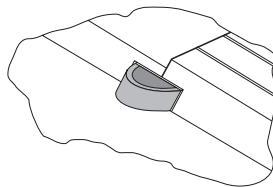

Fig. 5
- Faites coulisser le verrou au-delà du point de pression, jusqu'en butée (voir la fig. 5).